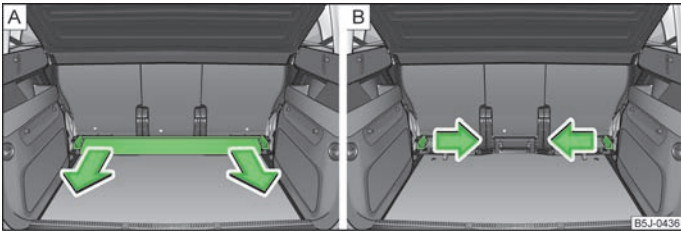

Abb. 50 Gepäckraum: Quertragschiene herausnehmen / Befestigungskeile herausnehmen
- Die Quertragschiene » Abb. 50 - A fassen und durch Ziehen in Pfeilrichtung herausnehmen.
- Den Befestigungskeil » Abb. 50 - B fassen und durch Ziehen in Pfeilrichtung herausnehmen. Zum Ausbauen des Befestigungskeils auf der anderen Gepäckraumseite auf die gleiche Weise vorgehen.